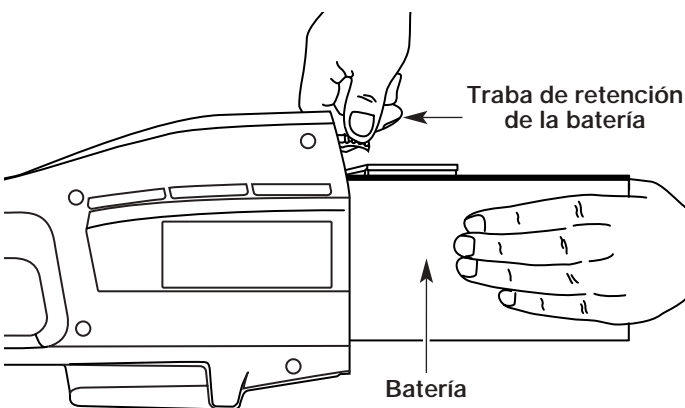

Fig. 18
2. Presione la traba que sostiene la batería mientras saca la batería hacia fuera (Fig. 18).
1. Deslice la batería dentro del bastidor de la batería hasta que la traba de retención de la batería traben la batería en su lugar (Fig. 18).